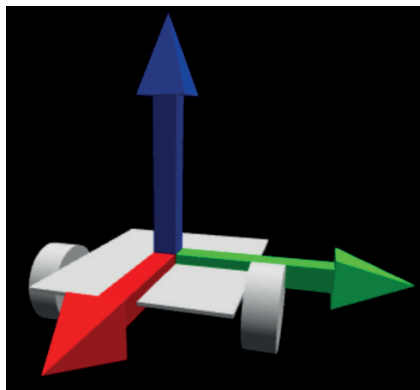

Рис. 16.2. Скриншот трехмерного виртуального робота в VPython
16. Чтобы увидеть виртуального робота в браузере, подключитесь к порту робота 9020. Результат будет выглядеть так, как показано на рис. 16.2.
На рис. 16.2 мы видим ось x красного цвета, направленную вперед, ось y зеленого цвета, направленную вправо, и ось z синего цвета, направленную вверх. Эта система координат опирается на правило правой руки. На рисунке мы видим модель виртуального робота с колесами по бокам (вид спереди). Сейчас модель выглядит достаточно просто (серый прямоугольник), но для наших дальнейших экспериментов этого достаточно.